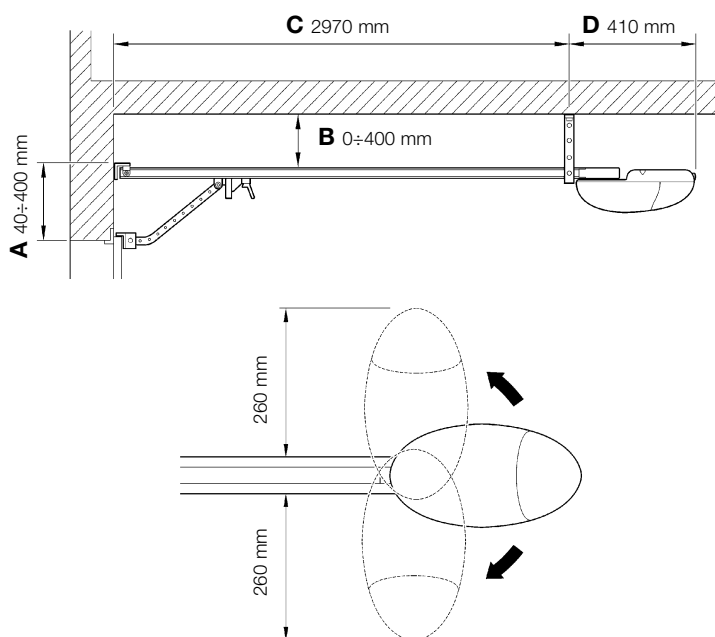
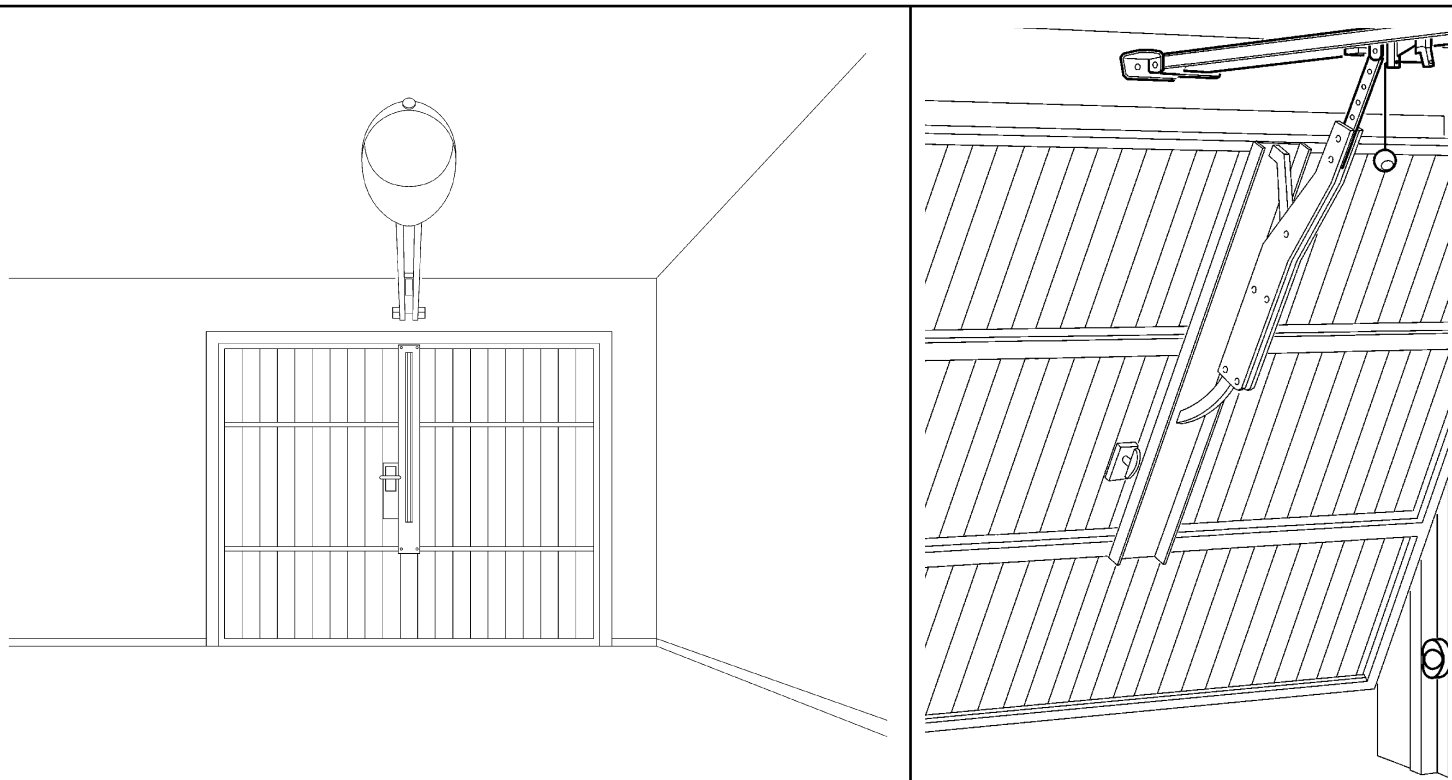
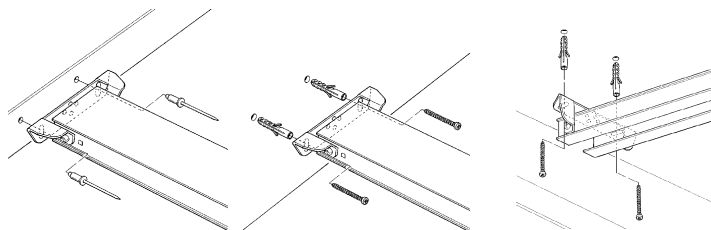

Figura 8
Figura 11
Figura 26
- Verificare che vi siano gli spazi minimi e massimi riportati nella Figura 8.
• E' consigliabile fissare il motoriduttore in corrispondenza del centro del portone, ma è consentito un leggero scostamento. Ad esempio per montare il BRACCIO OSCILLANTE a lato della maniglia (Figura 11).
Se il portone da automatizzare è di tipo basculante (sia a contrappesi che a molle) è necessario installare l'apposito BRACCIO OSCILLANTE che potrà essere montato a lato della maniglia (Figura 11).
1 Rispettando le quote A, B e C di Figura 8, tracciare al centro del portone (o leggermente a lato come in Figura 11) i 2 punti di fissaggio della staffa anteriore della guida.
In base al tipo materiale, la staffa anteriore può essere fissata con rivetti, tasselli o viti (Figura 26). Se le quote A, B, e C (figura 8) lo consentono, la staffa può essere fissata direttamente al soffitto.
3 Fissare le staffe [L] tramite le viti [M], ed i dadi [N] scegliendo il foro che consenta di rispettare il più possibile la quota B (vedere figura 8).